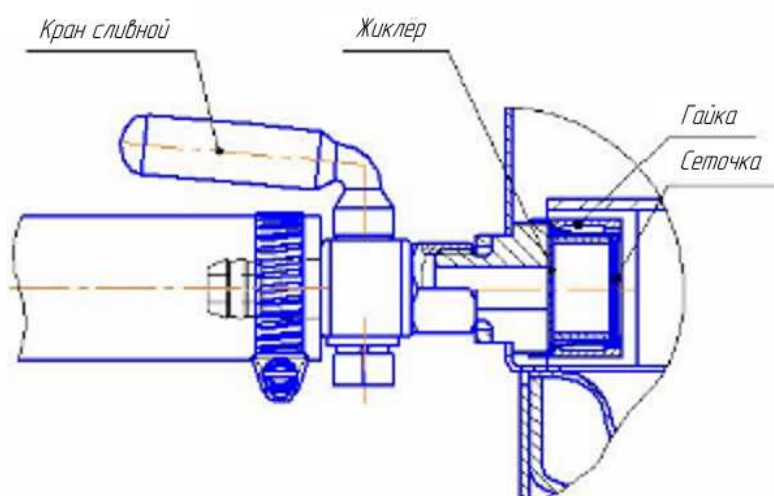

Рисунок 5 — Кран
3.21. В случае затруднения сброса воды, перед следующей стерилизацией необходимо промыть (продуть) жиклёр (рис. 5). Для этого: открутить гайку, извлечь жиклер, открыть кран, тщательно промыть отверстие жиклёра и сеточку проточной водой (продуть воздухом). После чистки и мойки, установить все в обратном порядке.